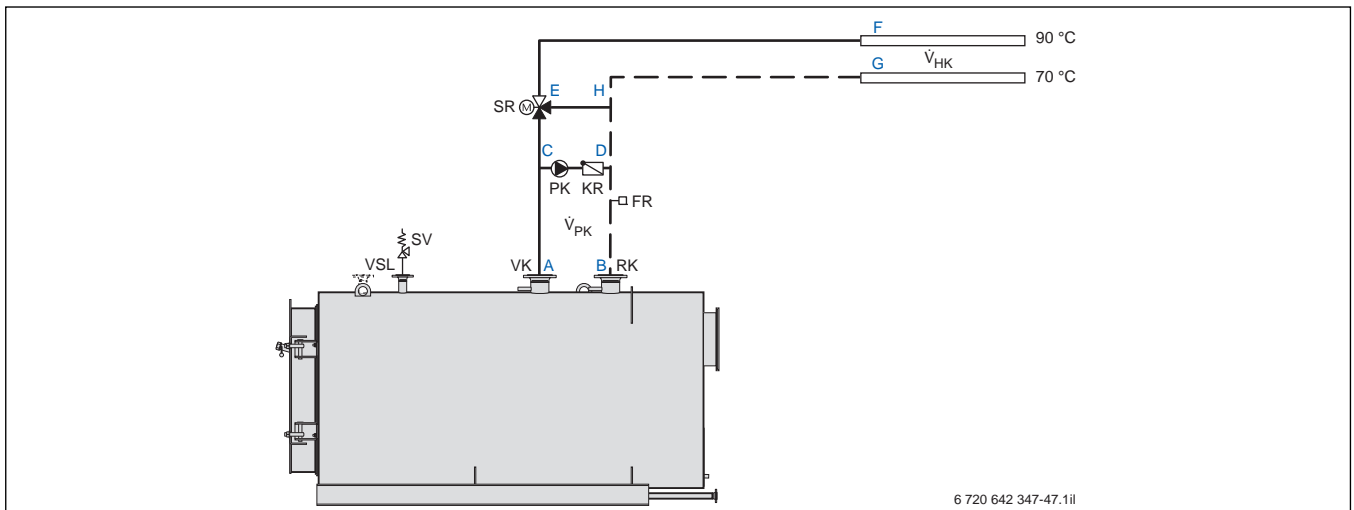

Bild 35 Beispiel einer hydraulischen Schaltung für eine 1-Kessel-Anlage mit Kesselkreispumpe im Bypass
- allen Einzelwiderständen im Kesselkreis (Strecke: A–C–D–B, → Bild 35).
- $\dot{V}_{PK} = 43000 \text{ l/h}$ (Strecke: C–D, → Bild 35)
- $\dot{V}_{HK} = 107500 \text{ l/h}$ (Strecken: C–F, D–G und E–H, → Bild 35)
- $\dot{V}_{Kges} \approx 150500 \text{ l/h}$ (Strecken: A–C und B–D, → Bild 35)